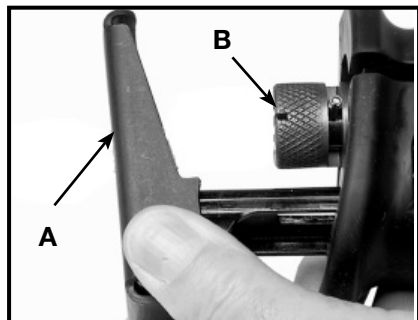

Fig. 2
2. Faites pivoter la semelle de guidage (A) Fig.2 vers l'avant pour améliorer l'accès au serre-lame (B) Fig. 2.